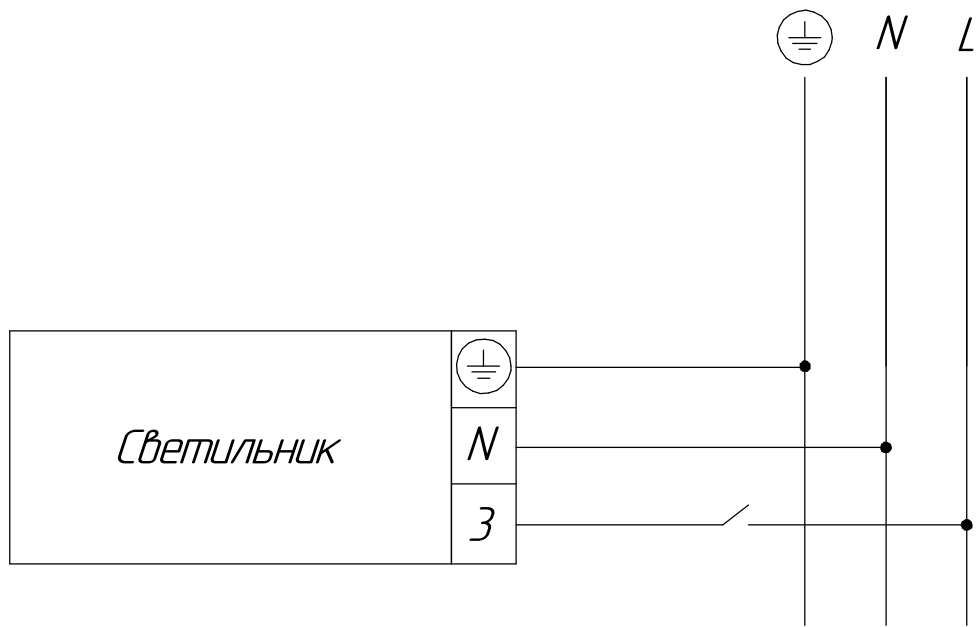

Рисунок 5 - Схема подключения светильников к сети
5.6 Подключите сетевой провод (**в комплект поставки не входит**) в клеммную колодку установленную в светильнике, к сети согласно электрической схеме (рисунок 5,6).